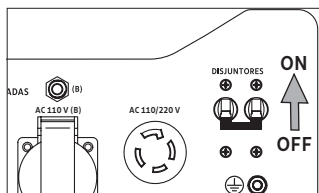

Fig. 11
4. Coloque os disjuntores na posição ligada "ON" [Fig. 11].